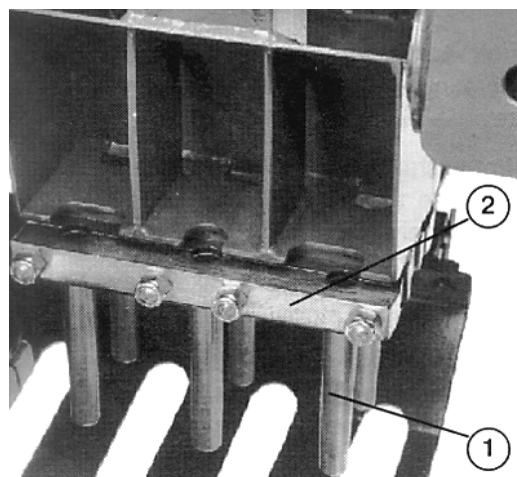

Fig. 4
2. Løsn låsemøtrikkerne, der fastholder piggene, og fjern piggene (fig. 4).